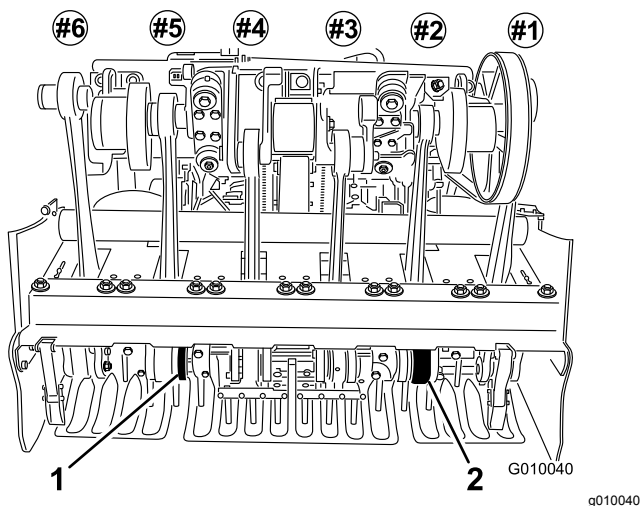

Figure 27
6. Placez les louchets dans les porte-louchets n° 2 et 5 (Figure 27), et serrez les vis.